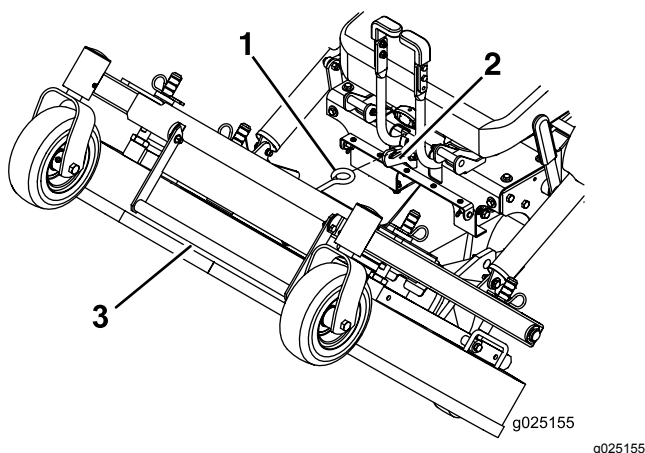

Figura 9
4. Usando el asa de elevación de la carcasa, eleve la carcasa y engánchela en la posición elevada (el cierre está situado en el centro de la parte delantera del asiento), como se muestra en la Figura 9.
1. Sujete firmemente la barra de elevación de la carcasa, desenganche el enganche de la carcasa de corte de la máquina y baje la carcasa lentamente al suelo (Figura 9).